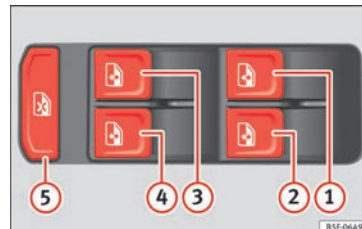

Fig. 136 I førerdøren: rudekontakter (5-dørs-model med elruder foran og bag)
Kontakterne »» **Fig. 136** ①, ②, ③ og ④ har to trin til åbning og to til lukning af ruden. Derved bliver det lettere at styre åbningen og lukningen.